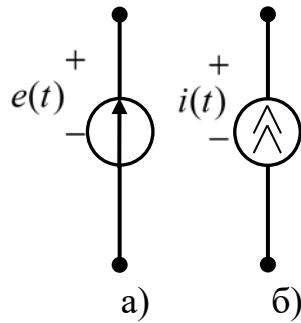

Рисунок 3 – УГО идеальных источников
**Идеальным источником напряжения (ИН)** называется двухполюсный элемент - источник энергии, напряжение на зажимах которого не зависит от проходящего через него электрического тока (рисунок 3, а). У идеального
**Идеальным источником тока (ИТ)** называется двухполюсный элемент - источник энергии, ток которого не зависит от напряжения на его зажимах (рисунок 3, б). У идеального ИТ внутреннее сопротивление бесконечно велико, поэтому при изменении нагрузки ток ИТ не изменяется, изменяется только напряжение на его зажимах.